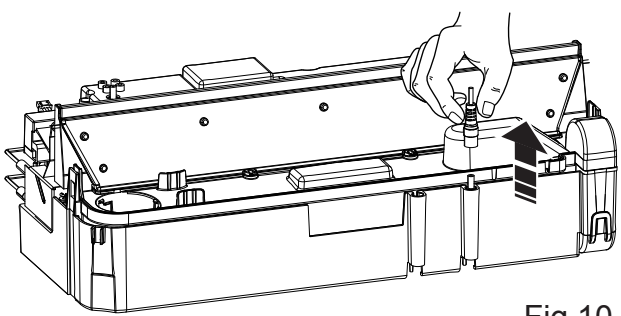

Fig.10
Advarsel – Trykk alltid bryter "A" til "AV"- (0) stilling (fig. 10) og frakoble strømtilførselen før peisen rengjøres.